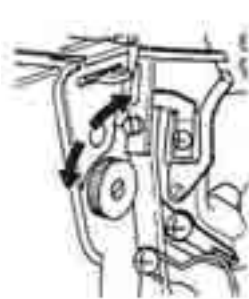
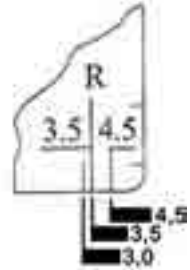

Fig. 38
Fig. 39
- Drej knappen til indstilling af sømbredden ㉒ til den ønskede sømbredde (fig. 38). Følg skalaen på stingpladen ㉓ (fig. 39).